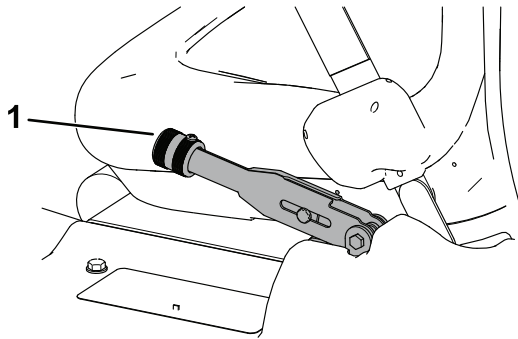

Bild 50
2. Lösen Sie die Stellschraube, mit der das Handrad am Feststellbremshebel befestigt ist (Bild 50).